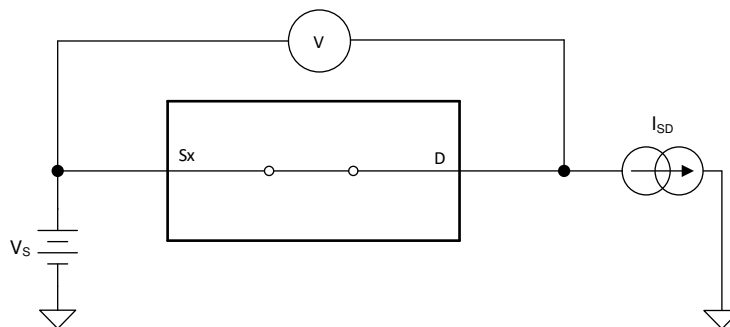

図 8-1. オン抵抗測定時の構成
デバイスのオン抵抗は、デバイスのソース・ピン (Sx) とドレイン・ピン (D) の間の抵抗値 ( $\Omega$ ) です。オン抵抗は、入力電圧と電源電圧によって変化します。オン抵抗は、記号  $R_{ON}$  を使用して示されます。 $R_{ON}$  の測定時に使用する構成を次の図に示します。図 8-1 に、この構成で測定された電圧 (V) と電流 ( $I_{SD}$ ) を使用して、式  $R_{ON} = V / I_{SD}$  により  $R_{ON}$  を算出する方法を示します。